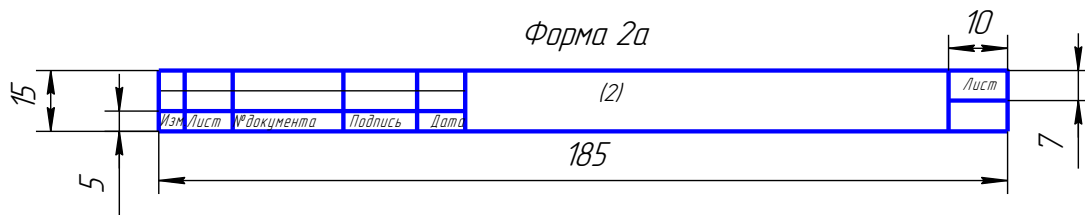

Рисунок 2.3 – Форма штампа документа технических
- для текстовых документов – форма 2 и 2а (рисунок 2.3).